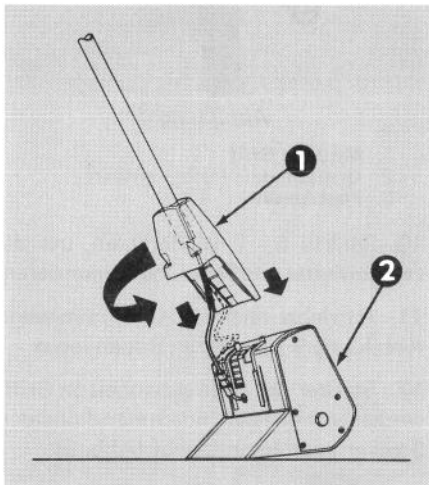

Abbildung 6
13. Antriebseinheit so stellen, dass der Griffholm eingefügt und eingesteckt werden kann (Abb. 6). Griffholm im **Uhrzeigersinn** 1-1/2 Drehungen drehen, bis Antriebseinheit und Griffholm passend ausgerichtet sind.